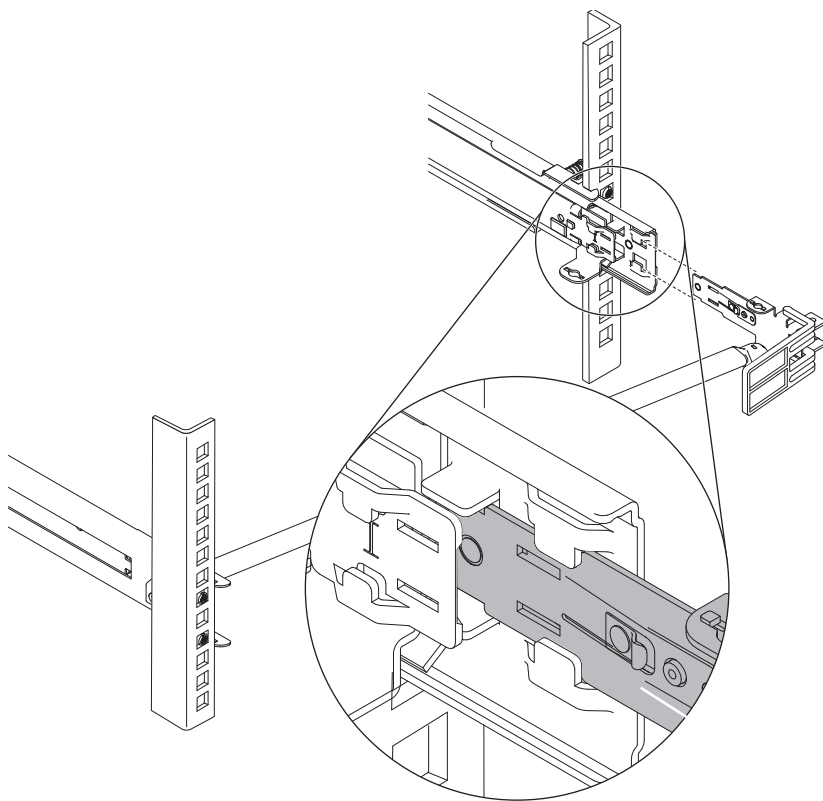

图 12. 将停止支架与滑轨断开连接
7. 将停止支架与滑轨断开连接（如第 21 页的图 12 中所示），然后拆下电缆管理停止支架。